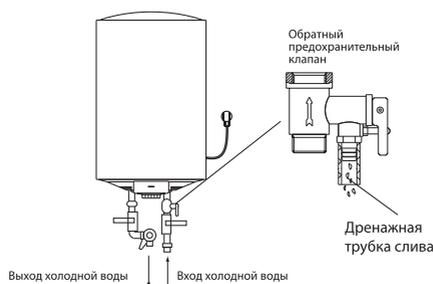

Рис. 4
Подключение обратного предохранительного клапана (рис. 4, поз. 2): клапан следует устанавливать в месте входа холодной воды (удостоверьтесь, что гибкая сливная трубка (рис. 4, поз. 4) установлена, на отверстие спуска давления и слива воды и направлена вниз в специальный дренаж для удаления воды).
При подключении к системе водоснабжения необходимо предусмотреть и реализовать установку индивидуальных запорных вентилей (рис. 4, поз. 5) на линии подачи холодной воды в водонагреватель и на линии выхода горячей. Индивидуальные запорные вентили по линии горячей и холодной
воды, должны быть в закрытом состоянии в период неиспользования водонагревателя, проведении профилактических и технологических работ на линии водоснабжения. Установка и правильное использование запорных вентилей является обязательным условием при предоставлении гарантийного обслуживания, а так же залогом длительной и безаварийной работы водонагревателя. Для упрощения процесса слива воды из водонагревателя рекомендуется на входе и выходе воды из водонагревателя установить тройники (рис. 4, поз. 1).
3. Предохранительный клапан следует устанавливать в месте входа холодной воды (см. рис. 4).